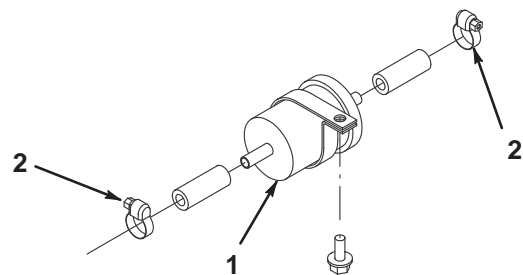

図 45
3. ホースを止めているクランプを外し、フィルタ(図45)を取り出す。